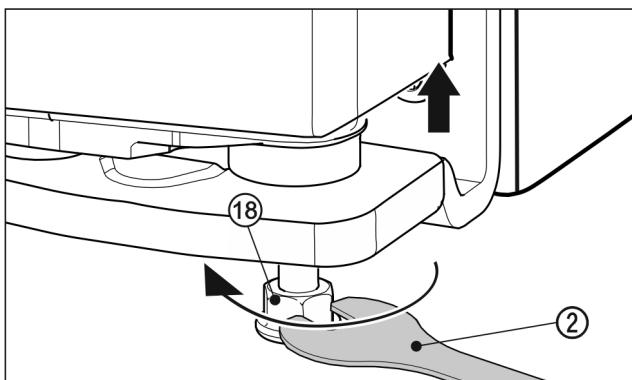

Fig. 25
- Če želite vrata dvigniti, morate nastavljivo nogo Fig. 25 (18) odviti v desno s priloženim viličastim ključem Fig. 25 (2) dokler ne pride v stik s tlemi. Nato ključ vrtite še naprej, dokler vrat ne prestavite po višini. Pri dobavi je ležajni sornik popolnoma privit.